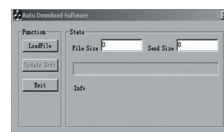
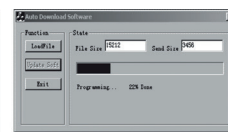

Figure 4
Figure 5
- Uruchomić „aktualizację automatyczną” na komputerze PC i kliknąć opcję „Load file”, aby załadować aktualizację testera (***. UPL) (Rys. 4-), następnie nacisnąć przycisk „Update Soft”, aby zaktualizować oprogramowanie (rys. 5)